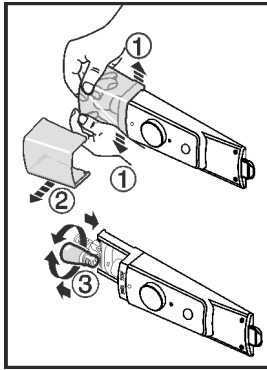

Fig. 10
- ▶ Osłonę żarówki, jak pokazane jest to na rysunku, wewnątrz, w przedniej części rozepchnąć Fig. 10 (1) i zdjąć ją w bok Fig. 10 (2).
- ▶ Wymienić żarówkę. Fig. 10 (3)